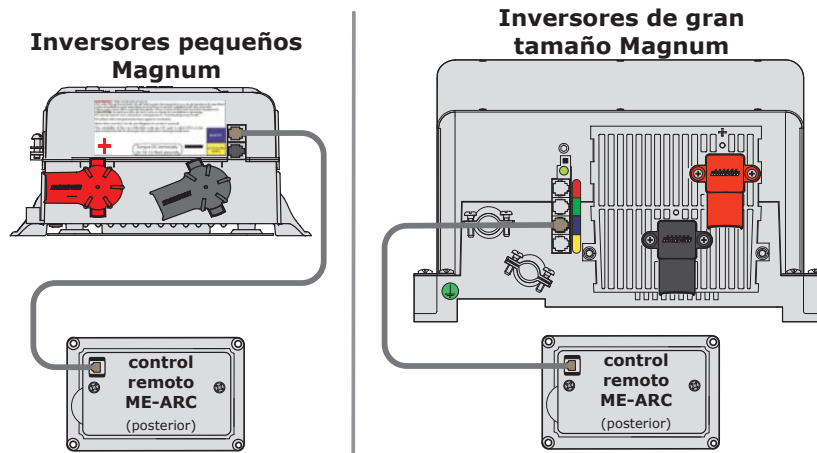

Ilustración 2-2, Conexiones del Control Remoto
Un extremo del cable del control remoto se conecta a la parte posterior del ME-ARC y el otro conector al puerto REMOTE (azul) situado en el inversor/cargador Magnum (consulte la Ilustración 2-2).
3. Dirija un extremo del cable a través del recorte de la pared hacia el inversor/cargador y luego conéctelo al puerto RJ11 (etiqueta azul) del control remoto en el inversor/cargador; el inversor tiene alimentación de CC, pero se encuentra apagado. Consulte la Ilustración 2-2.
5. Pase el otro extremo del cable hacia el inversor/cargador y a continuación, conéctelo al puerto RJ11 del inversor (etiqueta azul) del control remoto, el inversor dispone de alimentación de CC, pero se encuentra apagado. Consulte la Ilustración 2-2.